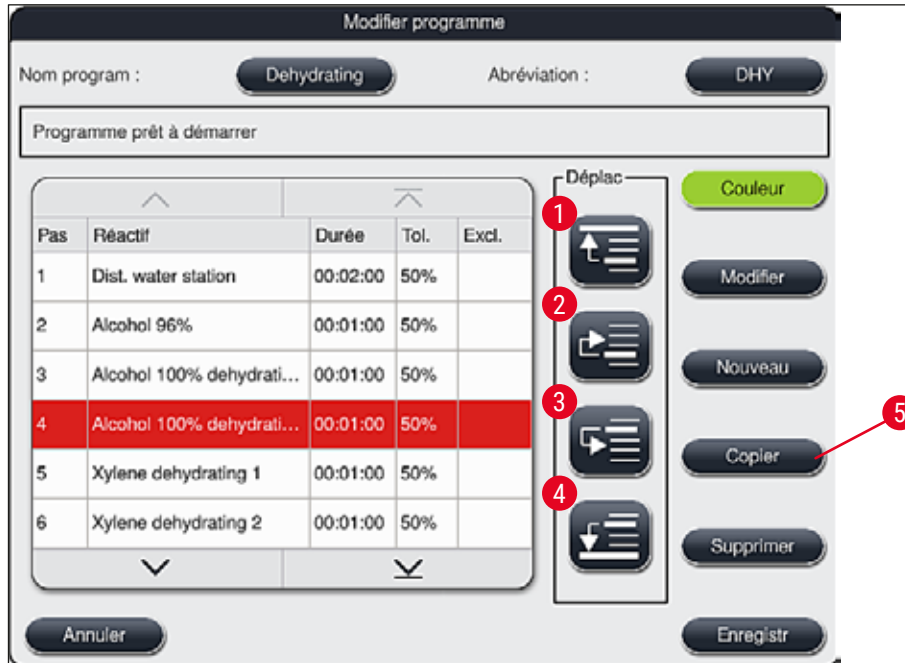

Fig. 49
- La fenêtre **Modifier le pas de programme** s'ouvre (→ "Fig. 49").
- Appuyer sur la touche **Enregistrer** (→ "Fig. 49") pour accepter les changements. Appuyer sur la touche **Annuler** pour rejeter les changements.